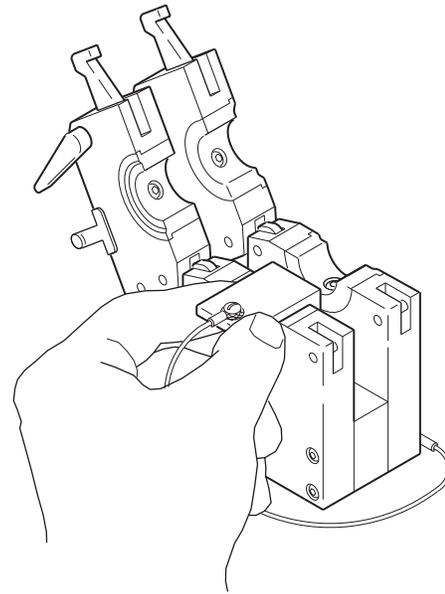

Abbildung 13 Einsetzen der Zentrierlehre
1. Setzen Sie die Zentrierlehre auf eine Seite des Rohrvorrichtungsblocks. Die Zentrierlehre muss die gesamte Breite des Spannfutters überspannen. Siehe Abbildung 13.